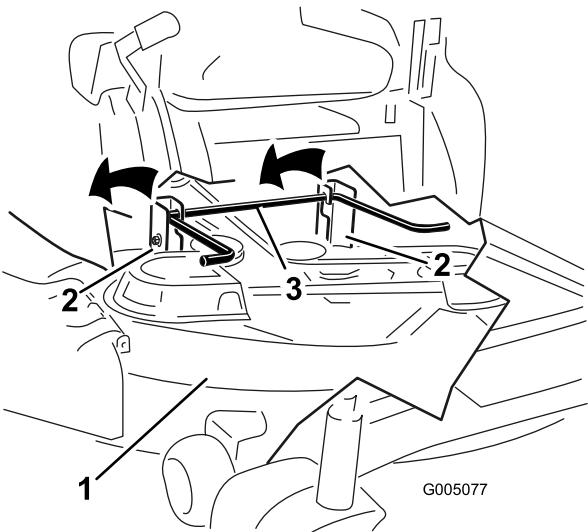

Figura 45
- Eleve el cortacésped y desenganche la varilla de elevación trasera de los soportes, y baje el cortacésped con cuidado al suelo (Figura 45).
- Eleve la parte trasera de la plataforma del cortacésped y coloque los soportes sobre la varilla de elevación trasera (Figura 45).